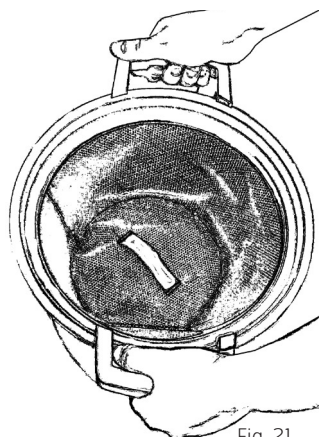

Fig. 21
3. Ta ikke filtret ut av beholderen. Rist istedet ut av filteret i beholderen, slik at støvet i filtret løsner og faller ned i beholderen, Fig. 21.